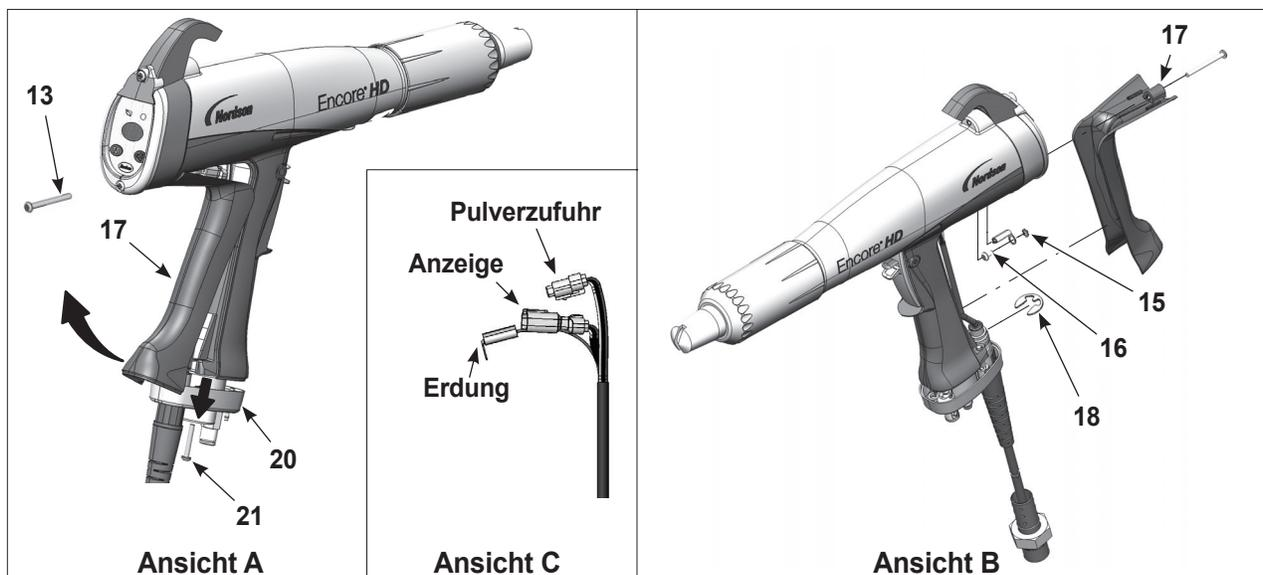

Abbildung 16 Kabel ersetzen
2. Siehe Abbildung 16, Ansicht A. Die beiden M3x20-Schrauben (21) entfernen, mit denen die Griffbasis (20) am Griff befestigt ist.
3. Die untere M3x35 Schraube (13) vom Anzeigemodul abnehmen.
4. Die Basis weit genug vom Griff wegziehen, damit die Unterkante des Erdungsstücks (17) nicht mehr in der Basis sitzt.
6. Siehe Abbildung 16, Ansicht B. M3x8-Schraube, Sicherungsring (16, 15) und Erdungsklemme vom Erdungsstück entfernen.
7. Den Haltering (18) vom Kabel entfernen.
8. Siehe Abbildung 16, Ansicht C. Die Kabelstecker aus dem Griff ziehen. Einen kleinen Schlitzschraubendreher in die Vertiefungen in den Steckern von Netzteil und Anzeige einführen, um den Schließhaken zu lösen, dann die Stecker trennen.
1. Siehe Abbildung 16. Ein neues Kabel durch die Griffbasis führen, dann den Haltering (18) am Kabel anbringen, um es zu fixieren.
3. Die Kabelklemme mithilfe der M3x6 Schraube und der Sicherungsscheibe (16, 15) mit dem Erdungsstück (17) verbinden.
6. Die Griffbasis (20) nach oben gegen Griff und Erdungsstück schieben und die beiden M3×20-Schrauben (21) fest in die Griffbasis schrauben.
7. Die M3×35-Schraube (13) wieder unten in das Anzeigemodul schrauben.